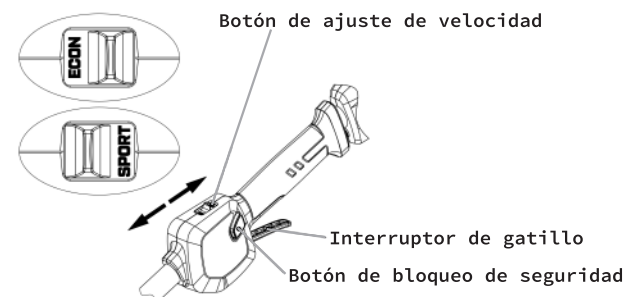

Fig.6
2. Presione el botón de bloqueo de seguridad y luego presione el gatillo interruptor para encender la desmalezadora. (Fig. 6)
2. Presione el botón "SPORT" para uso a alta velocidad y el botón "ECON" para baja velocidad. (Fig. 6)